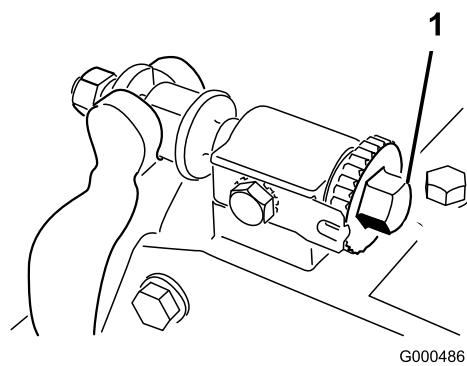
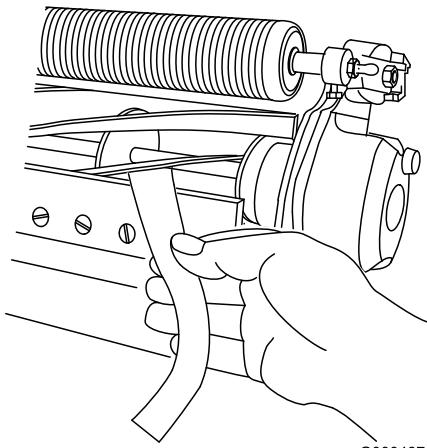

Figura 54
Figura 55
2. Eliminate il contatto con il cilindro facendo girare in senso antiorario le viti di regolazione della barra di appoggio (Figura 54).
4. Inserite una lunga striscia di carta di giornale tra il cilindro e la controllama (Figura 55) da un lato del cilindro. Girate lentamente il cilindro in avanti, e allo stesso tempo girate in senso orario la vite di regolazione della barra di appoggio (dallo stesso lato del cilindro) (Figura 54), uno scatto per volta, finché la carta non viene pizzicata leggermente quando viene inserita dal davanti ed è parallela alla controllama. Tirando la carta dovreste notare una lieve resistenza.
6. Al termine della messa a punto, controllate se il cilindro è in grado di pizzicare la carta inserita dalla parte anteriore, e se la taglia quando viene inserita ad angolo retto rispetto alla controllama (Figura 55). Dovreste riuscire a tagliare la carta con un contatto